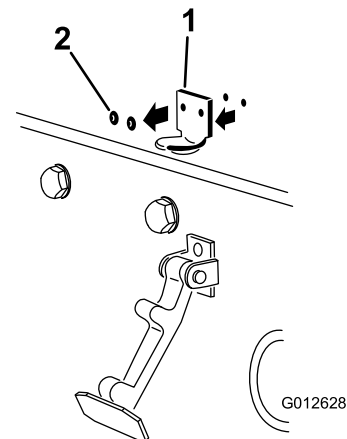

Bild 5
2. Entfernen Sie die zwei Niete, mit denen die Halterung des Motorhaubenriegels an der Motorhaube befestigt ist (Bild 5).